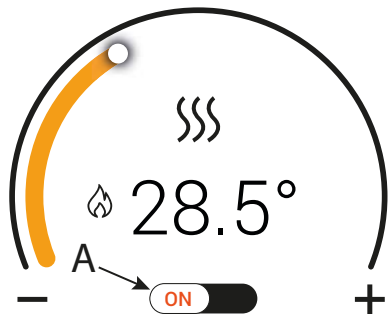
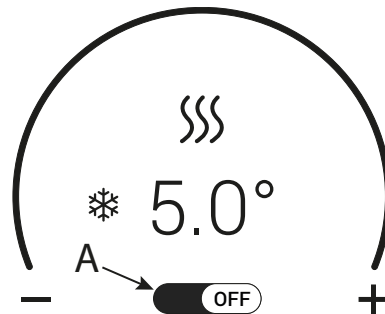

fig. 4 - Funzione Riscaldamento attiva
fig. 5 - Funzione Riscaldamento non attiva
Toccano il comando "A" (fig. 4 e fig. 5) è possibile abilitare (ON) o disabilitare (OFF) il funzionamento del riscaldamento.